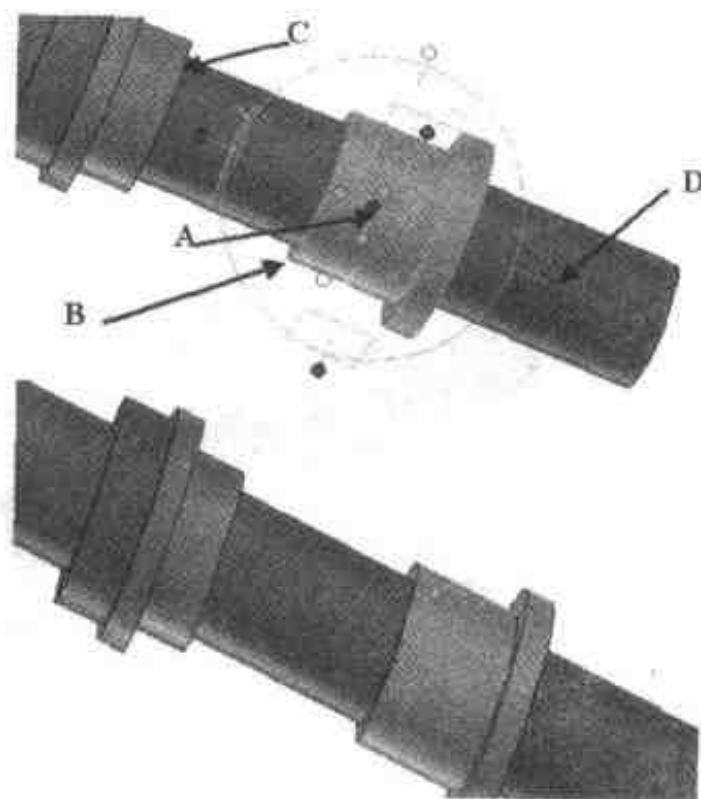

图 3.51 装配垫圈
- (3) 选择密封垫后打开【三维球】，按空格键后右击三维球中心手柄(A)，选择【到中心点】命令，然后单击密封垫上边缘(图 3.51B)，按空格键后重新利用三维球定位密封垫，三维球重新变为蓝色，右击中心手柄后，选择【到中心点】命令，最后单击内衬套上边缘(图 3.51C)。单击三维球手柄(图 3.51D)向右拖动，在出现的数字上右击，并将距离改为 130，关闭【三维球】，结果如图 3.51 下图所示。